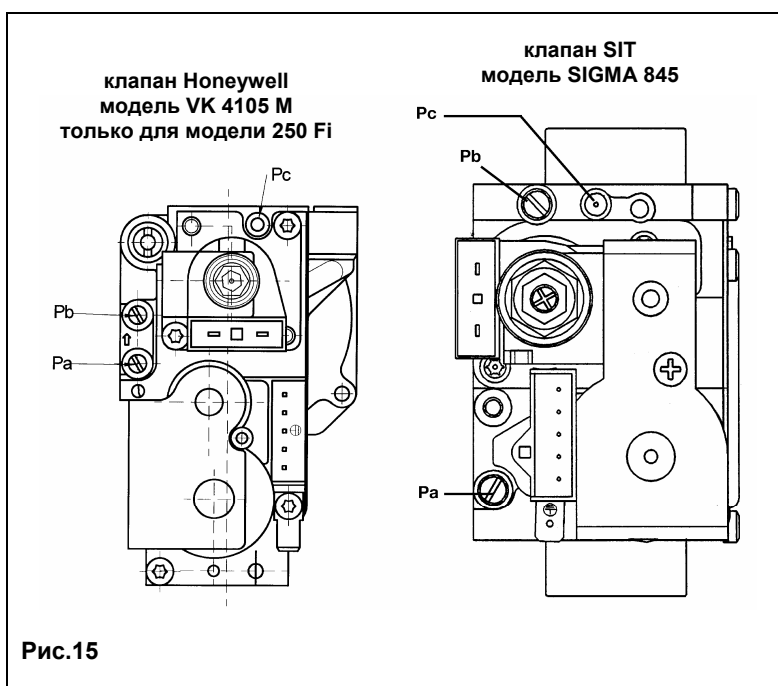

Рис.15
- Открутить винт на штуцере (**Pa**, рис. 15) и присоединить к штуцере (**Pa**) манометр.
- Проверить динамическое входное давление газа (штуцер **Pa**, рис. 15). Номинальные давления: **20 мбар** для природного газа, **37 мбар** для пропана.
- Открутить винт на штуцере **Pb** (рис. 15) и присоединить к штуцере **Pb** манометр.